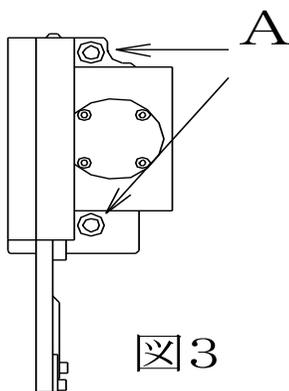

図3
(図3参照)
- カッターブロックを取り付けます。カップリングの凹凸、ピン、ノックピンとノック穴を正確に合わせ取り付け、図3のAのネジを締めて下さい。